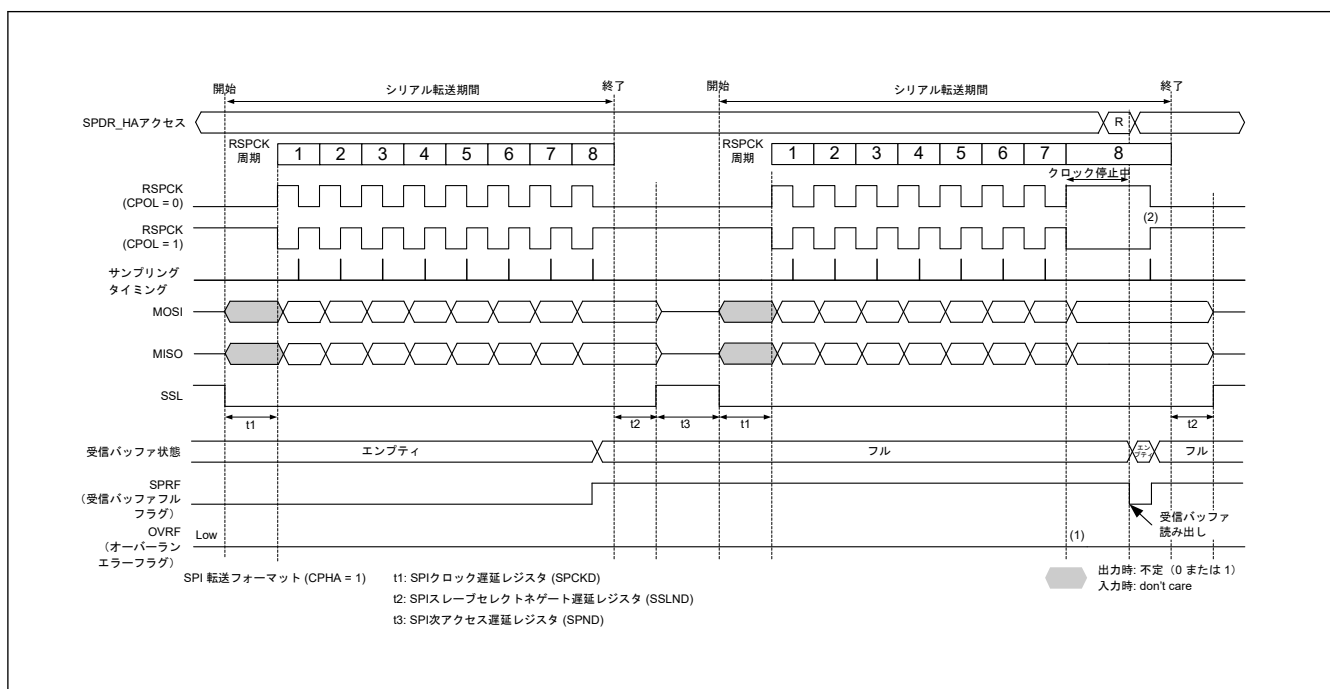
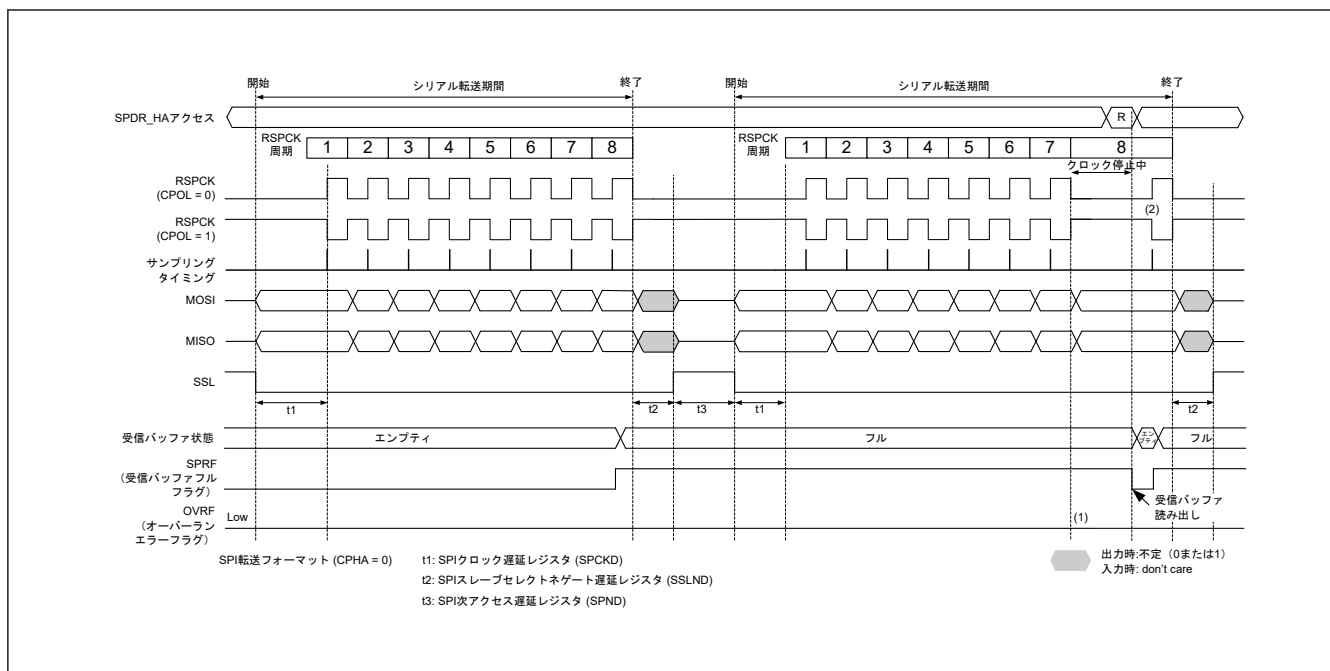

図 26.28 マスタモードの受信バッファフルの状態でのシリアル転送が継続するときのクロック停止波形 (CPHA = 1)
図 26.29 マスタモードの受信バッファフルの状態でのシリアル転送が継続するときのクロック停止波形 (CPHA = 0)
マスタモードで RSPCK 自動停止機能を有効 (SPCR2.SCKASE = 1) にした場合は、オーバーランエラーが発生しません。図 26.28 と図 26.29 に、マスタモード時の受信バッファフルの状態でのシリアル転送が継続するときのクロック停止波形を示します。
以下に、図 26.28 および図 26.29 の (1)、(2) に示したタイミングでのフラグ動作を説明します。